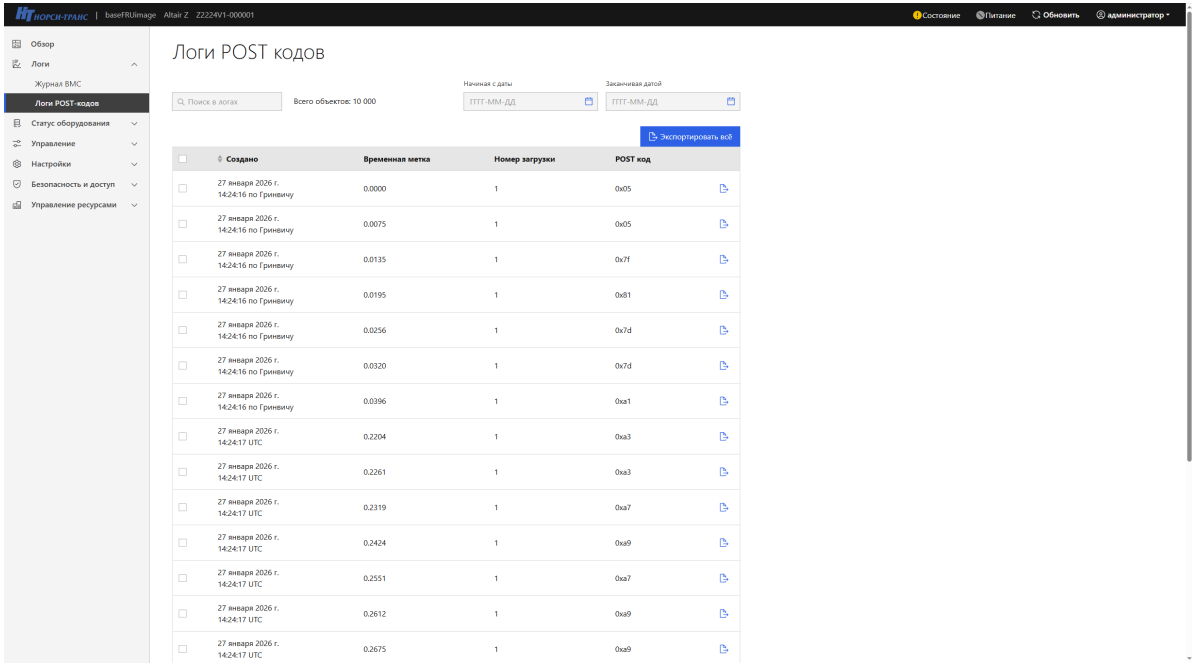

Рис. 45. Окно «Логи POST кодов»
- 3) Пройдите во вкладку «Логи» → «Логи POST кодов» в данной вкладке отображены все логи POST кодов. В поле «Поиск в логах» производится поиск логов POST кодов. В поле «Начиная с даты» произведите фильтрацию по дате начала логов, в поле «Заканчивая датой» произведите фильтрацию по дате окончания логов. «Экспортировать всё» позволяет экспортировать все логи POST кодов. Окно показано на рис. 45 Окно «Логи POST кодов»